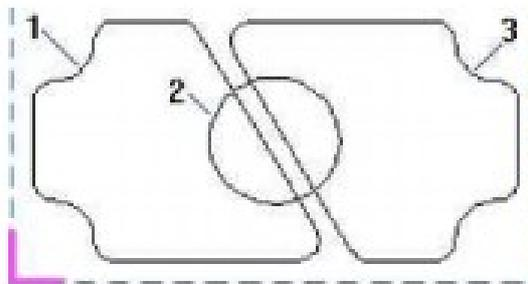

Рисунок 4
5. Нажмите кнопку «Добавить» и из выпадающего меню выбрать «Контур». Укажите контур колодца (контур 1 Рисунок 4) и нажмите среднюю кнопку мыши.
6. Нажмите кнопку «Добавить» и из выпадающего меню выбрать «Контур». Укажите контур бобышки (контур 2 Рисунок 4) и нажмите среднюю кнопку мыши.
4. Нажмите кнопку «Добавить» и из выпадающего меню выбрать «Контур». Укажите контур колодца (контур 3 Рисунок 4) и нажмите среднюю кнопку мыши.
5. Нажмите кнопку «Добавить» и из выпадающего меню выбрать «Контур». Укажите контур бобышки (контур 2 Рисунок 4) и нажмите среднюю кнопку мыши.